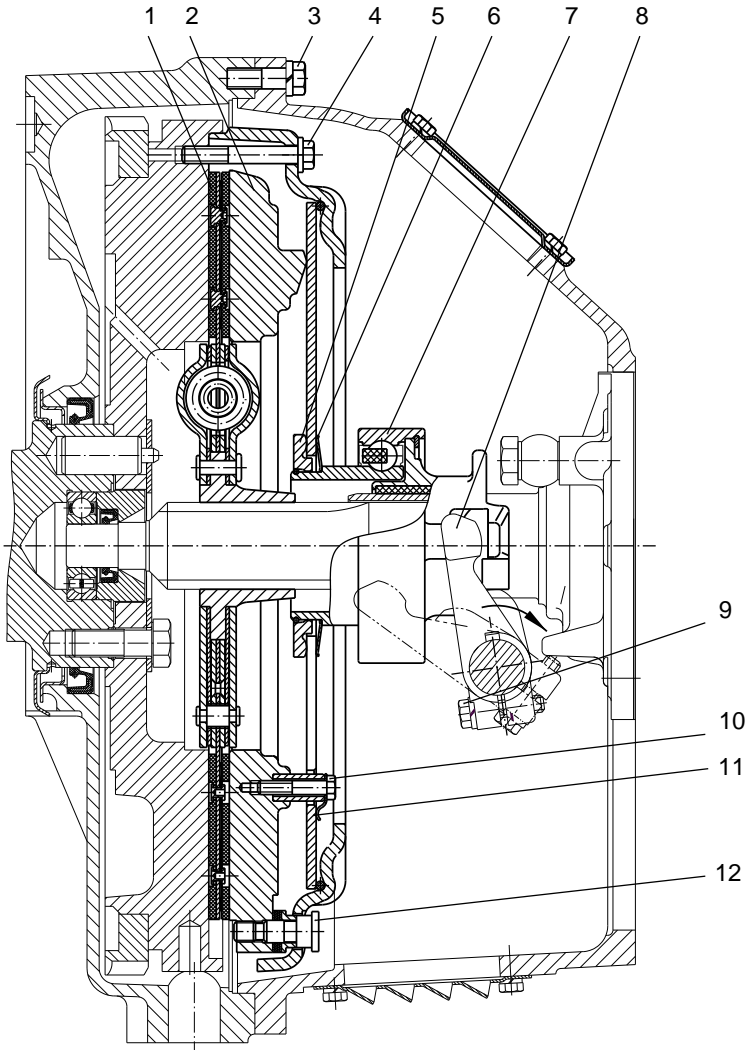
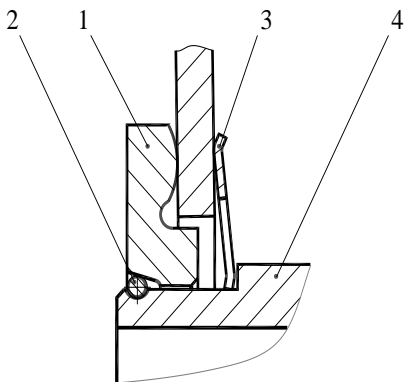

Рис. 115. Сцепление:
Рис. 117. Установка муфты
Диафрагменное сцепление (рис. 115) состоит из ведущих и ведомых частей, а также механизма выключения.
Механизм выключения сцепления состоит из муфты с подшипником 7 (см. рис. 115) и вилки 8 с валом, на шлицевой конец которого устанавливается рычаг. Муфта выключения сцепления соединяется с диафрагменной пружиной с помощью запорного устройства (рис. 117). При работе муфта центрируется по направляющей крышки заднего подшипника первичного вала коробки передач и удерживается от поворота боковыми поверхностями вилки.
Выключение сцепления осуществляется поворотом вала по часовой стрелке (см. рис. 115).
1. Установить муфту на нажимной комплект (корзину) в соответствии с рис. 117.